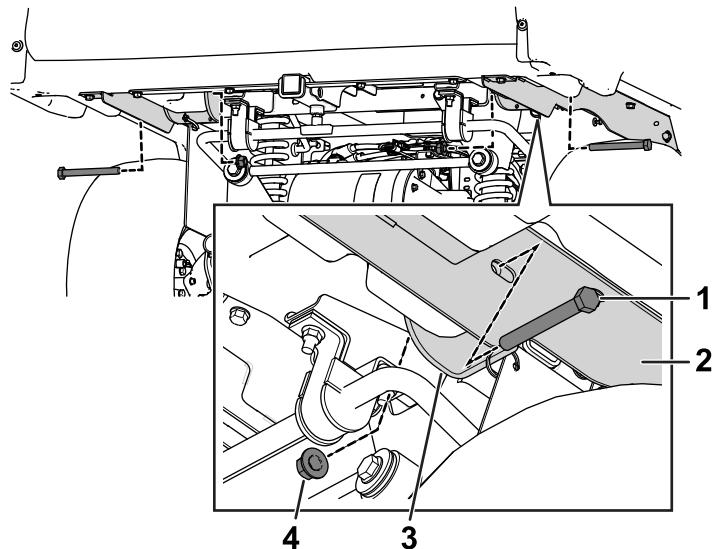

图 6
7. 小心放下货斗，直至枢轴支架中的孔与货斗支架中的安装孔对齐（图 6）。
8. 使用 2 个螺栓 ( $1\frac{1}{2} \times 4\frac{1}{2}$  英寸) 和 2 个凸缘螺母将右货斗支架和左货斗支架固定到枢轴支架上（图 6）。